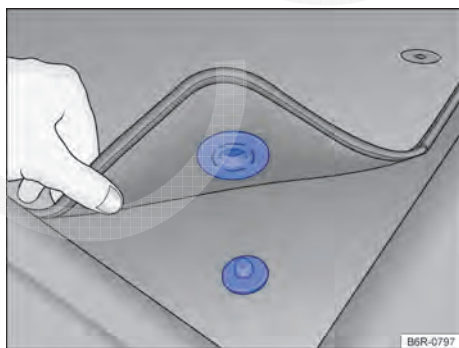

Fig. 16 Tapete dianteiro do lado do condutor com fixação no pino do carpete.
- ✓ Acomodar bem o tapete na área para os pés do lado do condutor de modo que não obstrua a área dos pedais. Dependendo da versão do veículo, o tapete dianteiro do lado do condutor pode ter fixação no pino do carpete → Fig. 16.